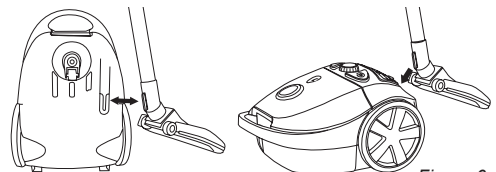

Figure 6
3. Placez l'aspirateur debout. À l'arrière de l'aspirateur, à côté de la roue avant, se trouve l'encoche de fixation pour le support à accessoire (voir la figure 6). Enfoncez le bas du support à accessoire dans l'encoche. Ceci vous permet de ranger l'aspirateur et de le ressortir rapidement, sans avoir besoin de démonter les composants.